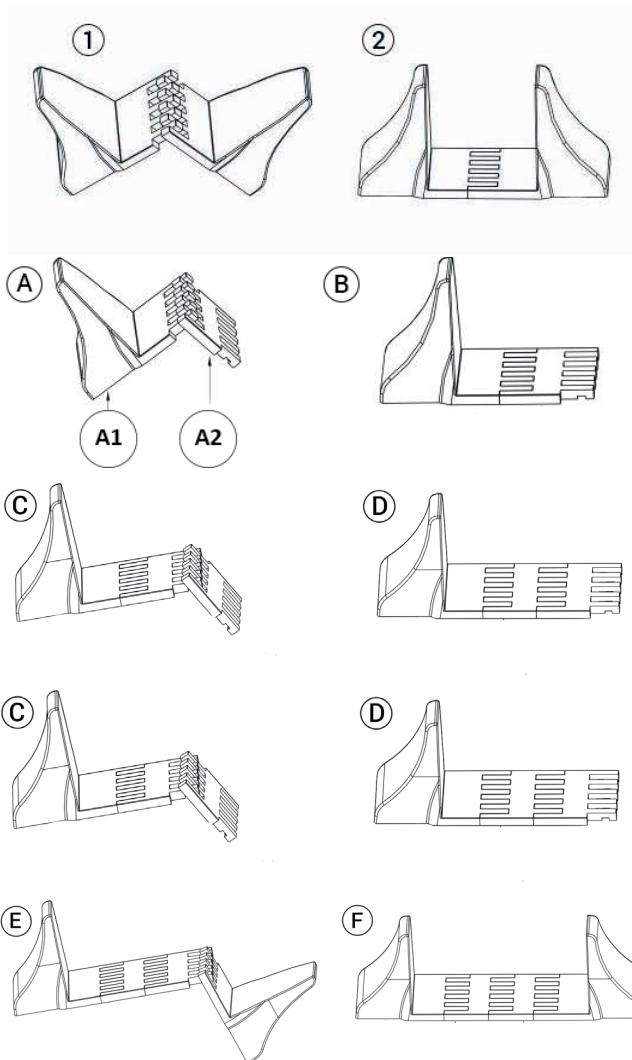

Figure 14 : Base en plastique
- croisez deux éléments de base comme l'indique la Figure 14